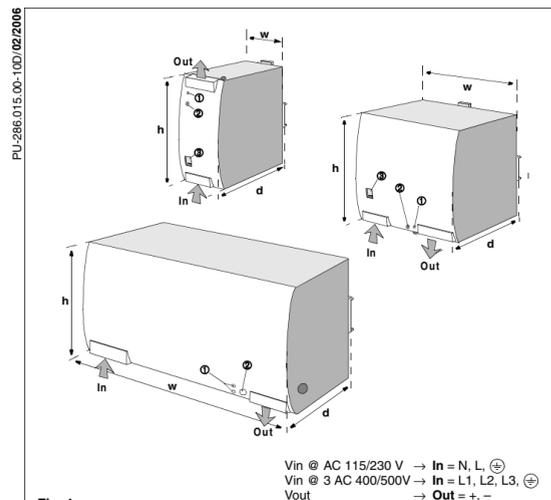

Fig. 1
Soglia di funzionamento	Tempo di carica (vedere Fig. 1)
• Tempo de carga 18...27s	Período do efeito-tampão (ver fig. 1)